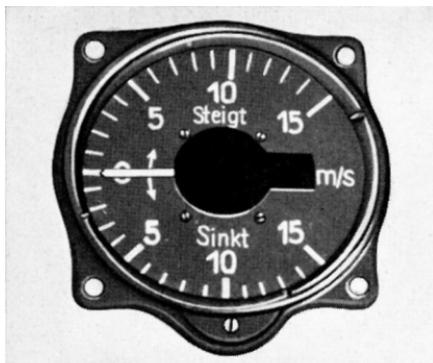

Abb. 119. Stauscheibenvariometer, Ansicht
b) **Stauscheibenvariometer** (Abb. 119 u. 120).